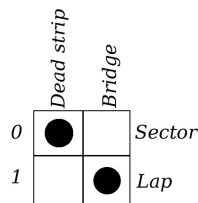

Figura 10: ponte Ds sensore di settore, banda morta sensore di fine giro
Affinché il ponte DS venga interpretato dalla *Track Interface* come sensore di fine giro e la banda morta come sensore di settore, è necessario settare il doppio *swich* (5) come mostrato nella figura 10.